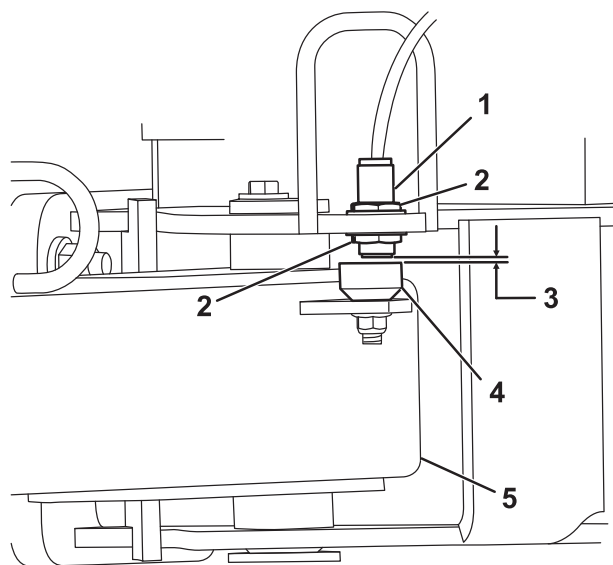

Figura 6
5. Desaperte as contraporcas que fixam o interruptor de proximidade ao chassis e baixe o interruptor até ficar a uma distância de 2,6 a 4,0 mm (0,10 a 0,16 pol.) da placa de detecção na lança de reboque (**Figura 6**). Aperte as contraporcas para fixar o ajuste.